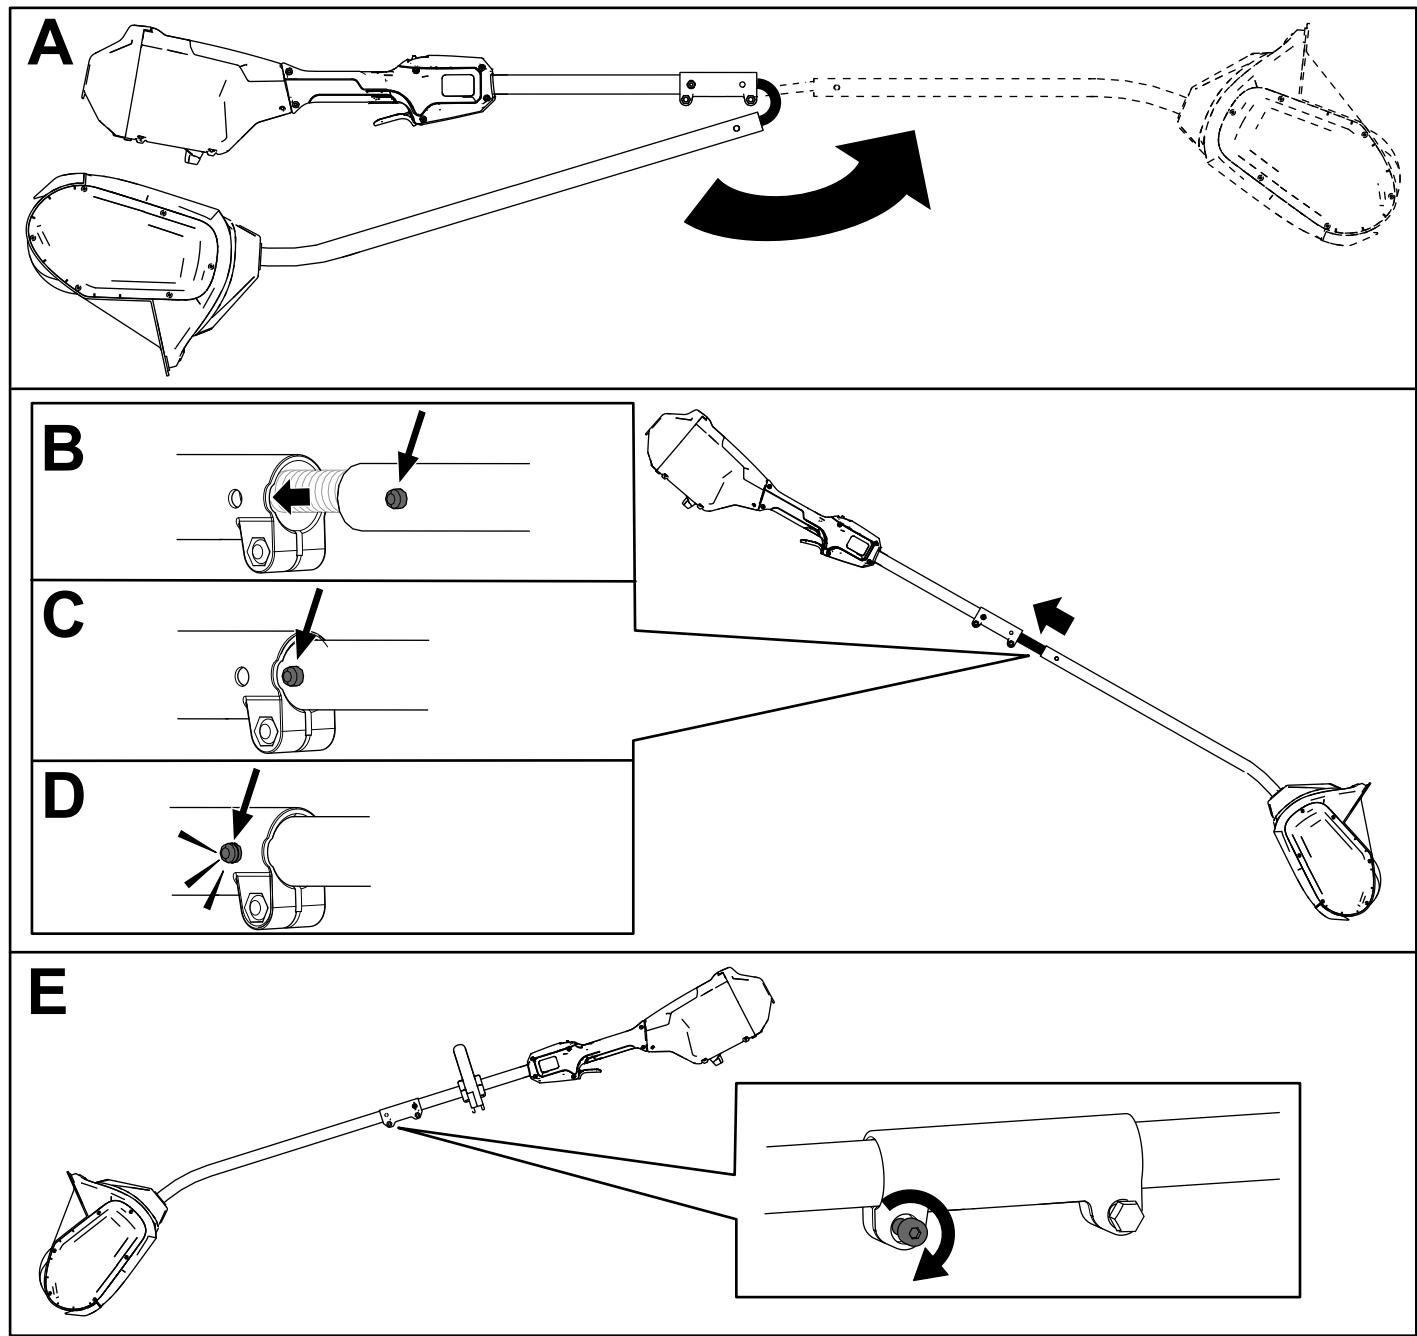

図4
1. ハンドルを展開する図4のA。
2. 下部シャフトのロックボタンを上部シャフトのスロット穴に合わせ、2つのシャフトを同時にスライドさせる図4のBとC。
- 注 シャフトが固定されると、ロックボタンがスロット穴にカチッと収まります図4のD。
3. 付属の六角レンチを使って、シャフトコネクタのネジをしっかりと固定されるまで締める図4のE。